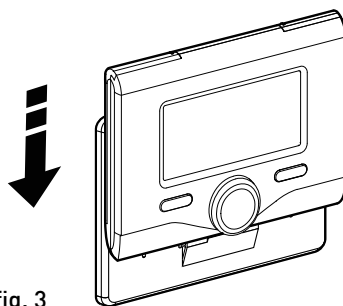

fig. 3
- installer l'interface système sur la base en la poussant délicatement vers le bas (fig. 3).